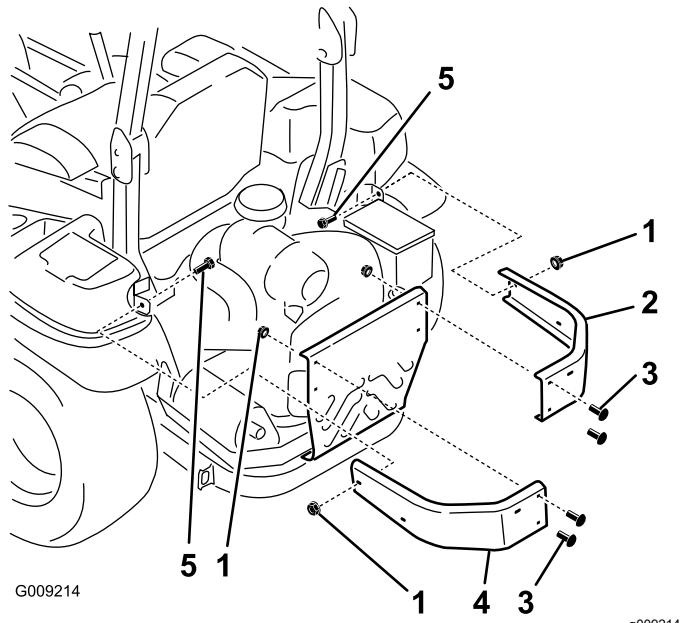

Figura 5
a testa tonda rimossi in precedenza e 6 dadi flangiati ($\frac{3}{8}$ "'), come illustrato nella Figura 5.
1. Rimuovete i dadi e i bulloni che assicurano i paraurti laterali alla macchina (Figura 5).